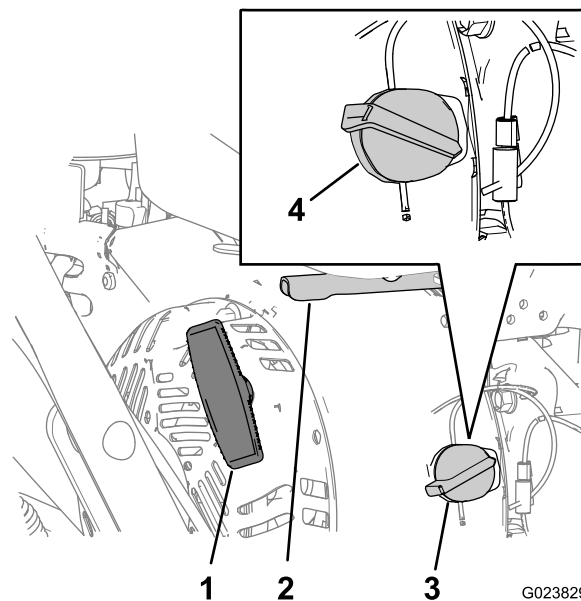

Рисунок 10
1. С правой стороны двигателя поверните двухпозиционный переключатель двигателя по часовой стрелке в положение Вкл. (Рисунок 10).
3. Установите рычаг дроссельной заслонки, расположенный сзади, с правой стороны двигателя, посередине между положениями МЕДЛЕННО и БЫСТРО (Рисунок 10).
4. Медленно вытягивайте рукоятку механического стартера, пока не почувствуете сопротивление, затем прекратите тянуть (Рисунок 10).
2. Установите рычаг дроссельной заслонки посередине между положениями МЕДЛЕННО и БЫСТРО (Рисунок 10).
двигателя в положение ВЫКЛ., чтобы заглушить двигатель (Рисунок 10).